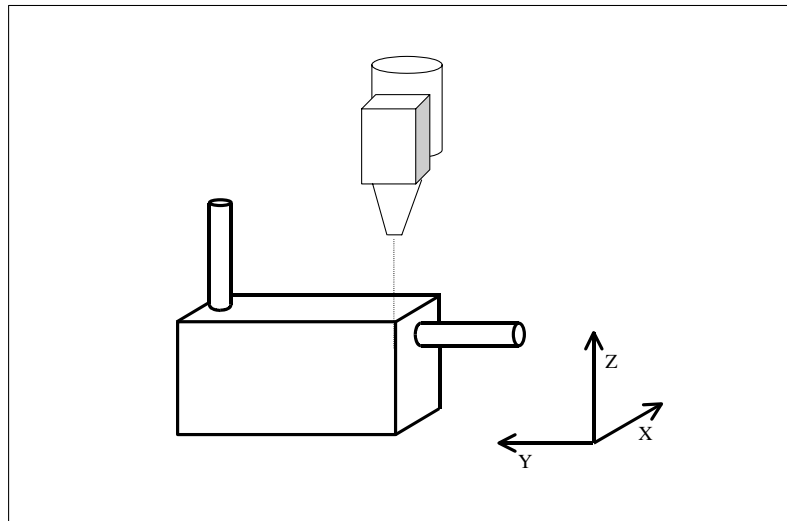

Abb. 3
1. Den Kopf mit dem Tip in Übereinstimmung mit dem am Ursprung der Achsen liegenden Scheitelpunkt des Parallelepipedon positionieren, wie in Abb. 3